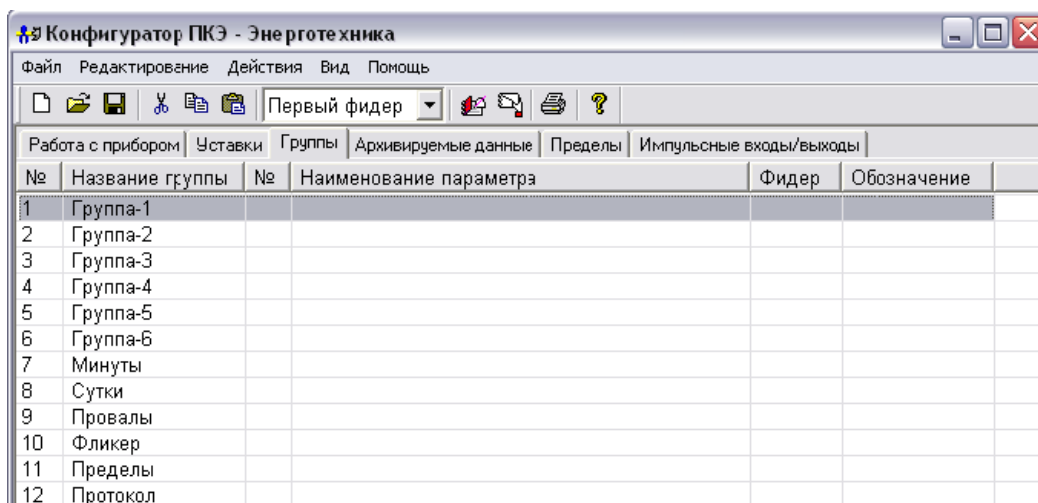

Рисунок 49
- выбрать группу (установить курсор на группу, щёлкнуть левой кнопкой «мыши», группа выделится цветом) (рисунок 49);
- выделить группу, в которой необходимо задать измеряемые характеристики (рисунок 49);